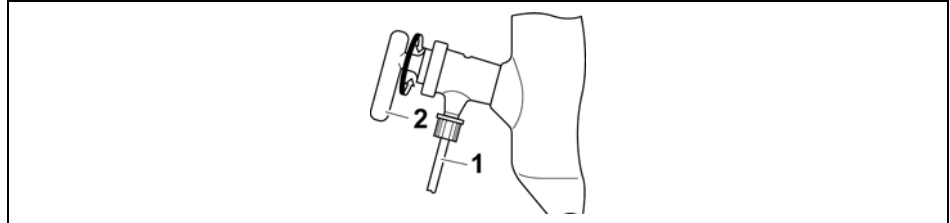

Bild 4-23: Einleitschlauch
Das System lässt sich mit dem Hahnkücken (Bild 4-23 (2)) des Einleitrohrs belüften:
- ➔ Hahnkücken (Bild 4-23 (2)) des Einleitrohrs langsam nach oben drehen.